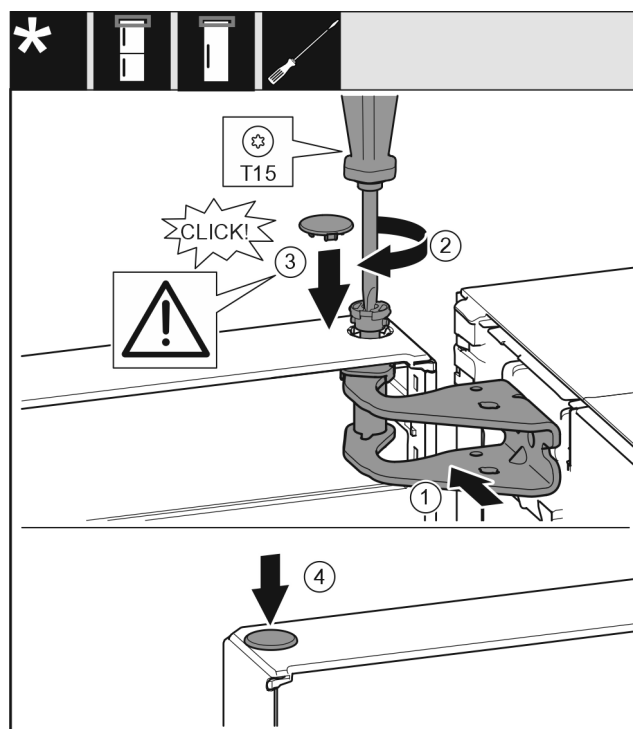

Fig. 23
- Orienter la porte en haut pour l'ouverture dans le support de palier. Fig. 23 (1)
- Poser le boulon et le visser avec un tournevis T15. Fig. 23 (2)
- ▶ Monter le cache de sécurité pour sécuriser la porte : Mettre en place le cache de sécurité et vérifier qu'il repose sur la porte. Sinon, enfoncer à fond le boulon. Fig. 23 (3)
- ▶ Mettre le bouchon en place. Fig. 23 (4)